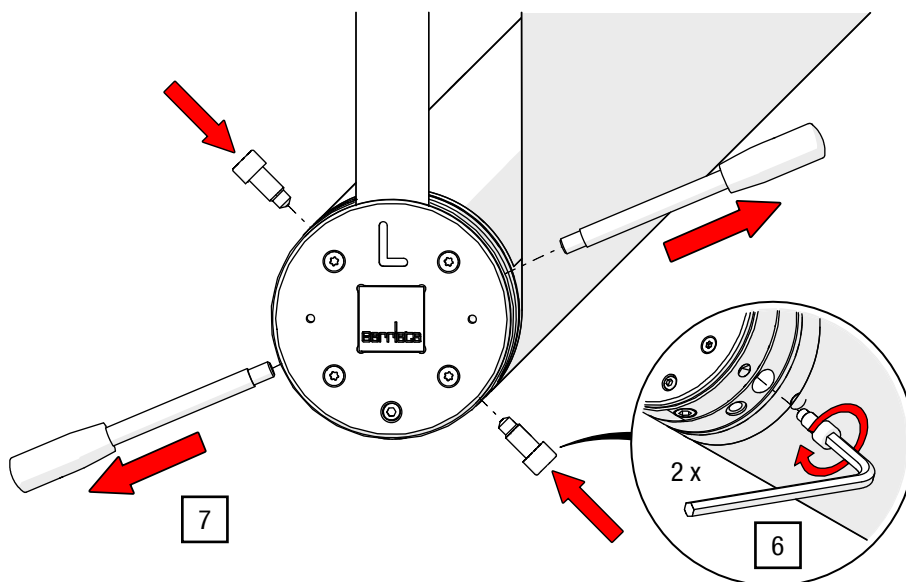

Abb. 33: Arretierschrauben fixieren und Spannhebel lösen
6. Drehen Sie die Arretierschrauben mit dem ISK SW 10 handfest in die vorgesehenen Positionen (siehe Abb. 33).
7. Lösen Sie die Spannhebel (siehe Abb. 33).